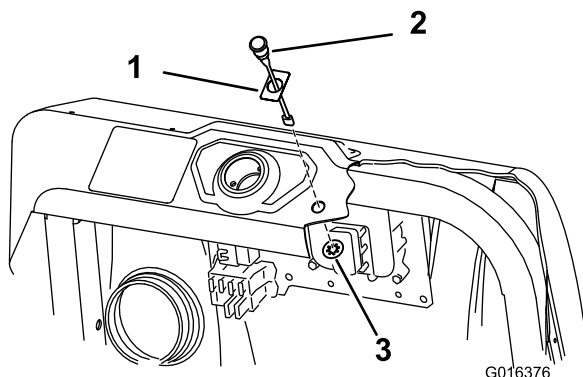

Bild 16
1. Kleben Sie das Schild 94-8582 über das Lampenloch im Armaturenbrett (Bild 16).
2. Setzen Sie die Lampe in das Armaturenbrett ein und befestigen sie mit der Druckmutter von unten (Bild 16).